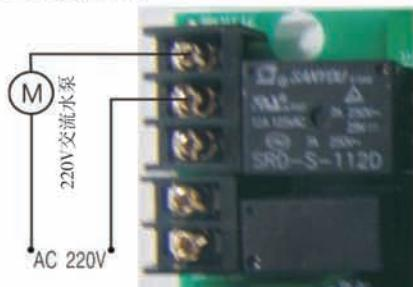
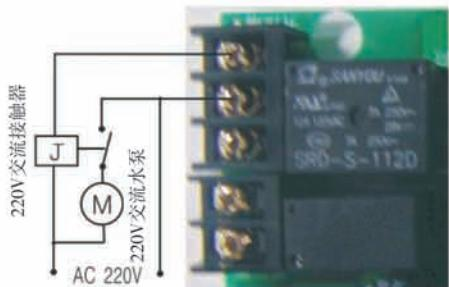

图3-7 进口接增压泵的接线图
图3-8 进口接增压泵的接线图
**应用说明：**当进水压力低于0.15MPa时，达不到反冲洗效果或难以吸盐时，需在进水口接入增压泵。输出控制模式设为b-01。当再生时，启动增压泵，其控制电路连接按图 3-7 所示。增压泵电流大于 5A 时，必须接入图 3-8 中的交流接触器。